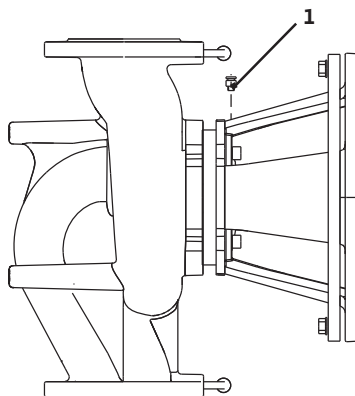

Fig. 40 : Soupape d'échappement
- Purger la pompe en ouvrant les soupapes d'échappement (Fig. 40, pos. 1). Le fonctionnement à sec détruit la garniture mécanique de la pompe. Le capteur de pression différentielle ne doit pas être purgé (risque de destruction).